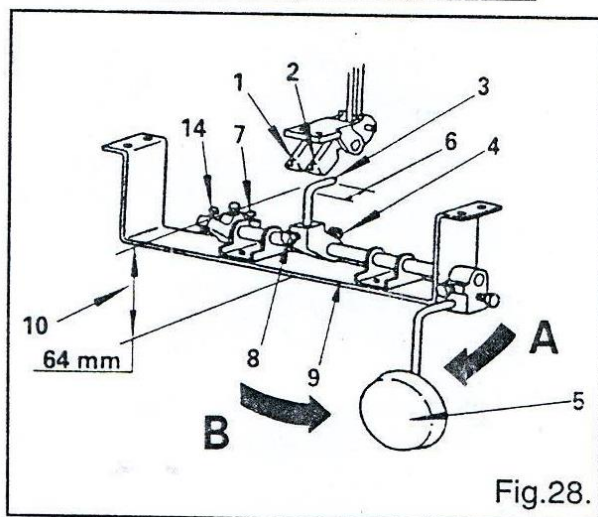

Fig.28.
2. На Рис. 28 показана установка коленоподъемника для подъема прижимной лапки.